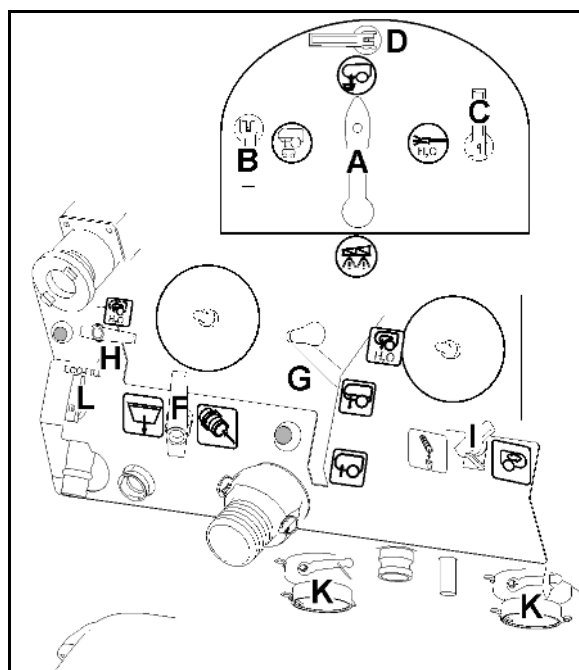

Рис. 122
Ежедневно очищайте всасывающий фильтр (Рис. 122) после очистки полевого опрыскивателя.
1. Освободите крышку всасывающего фильтра (Рис. 122/2).
2. Снимите крышку и фильтр (Рис. 122/3) и очистите их водой.